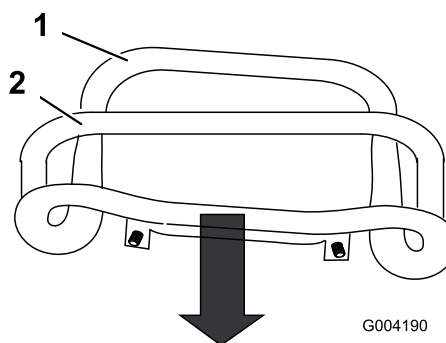

図 53
3. 走行コントロールを手前一杯に引いてコントロールの前部を基準バーに接触させる 図 53。